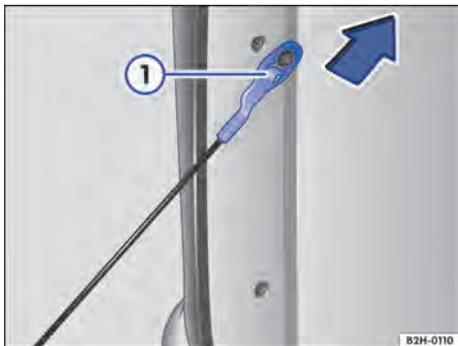

Fig. 51 Desprender os cabos de sustentação da tampa do compartimento de carga.
- Puxar o cabo de sustentação para cima, até o batente e desprender → Fig. 51.
- Puxar o cabo de sustentação ao contrário da direção da seta até o batente → Fig. 51.